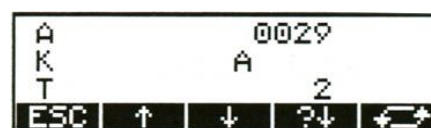

Рис. 2.7 Пример окна ввода точки A2
4. Для введения номера и кода точки стояния на панели управления нажать комбинацию клавиш (**SHIFT PNr**) (рис. 2.3). Появится окно ввода номера и кода точки (рис. 2.6). Используя программные клавиши (+ или -) установить название точки стояния. Подтвердить выбор нажатием клавиши (**o.k.**). *Пример (рис. 2.7)* установлена точка стояния **A2**.
5. Для введения номера и кода точки наведения нажать комбинацию клавиш (**SHIFT PNr**) (Рис. 2.3). Появится окно ввода номера и кода точки (рис. 2.7). Используя программные клавиши (+ или -) установить название точки наведения. Подтвердить запись нажатием клавиши (**o.k.**).